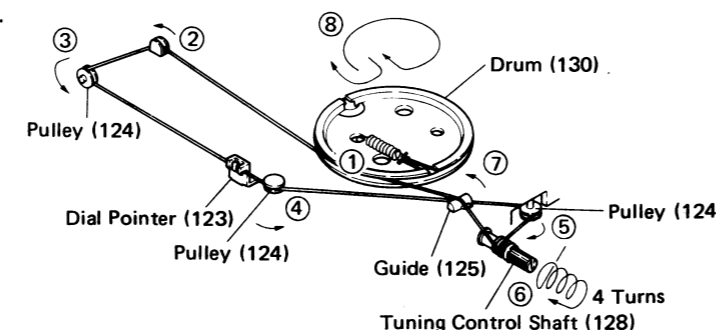

Figure 9-6
- Turn the drum fully clockwise and stretch its cord over the parts in the numerical order as shown in Figure 9-6.
- Die Trommel bis zum Anschlag im Uhrzeigersinn drehen, und die Schnur in der in Abbildung 9-6 gezeigten numerischen Reihenfolge über die einzelnen Teile spannen.
- Tourner complètement le tambour dans le sens des aiguilles d'une montre et étirer son fil sur les pièces dans l'ordre numérique indiqué dans la Figure 9-6.